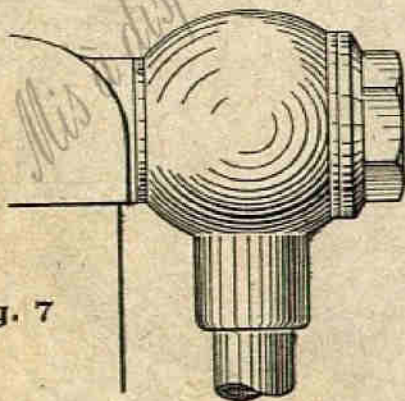

Fig. 7
**FILTRE.** — Nos carburateurs sont livrés avec un filtre qui se trouve logé dans la pipe du raccord d'arrivée d'essence (voir fig. 7). Ce filtre, se trouvant placé à la partie supérieure, est toujours très accessible. On pourra donc le nettoyer sans difficulté.